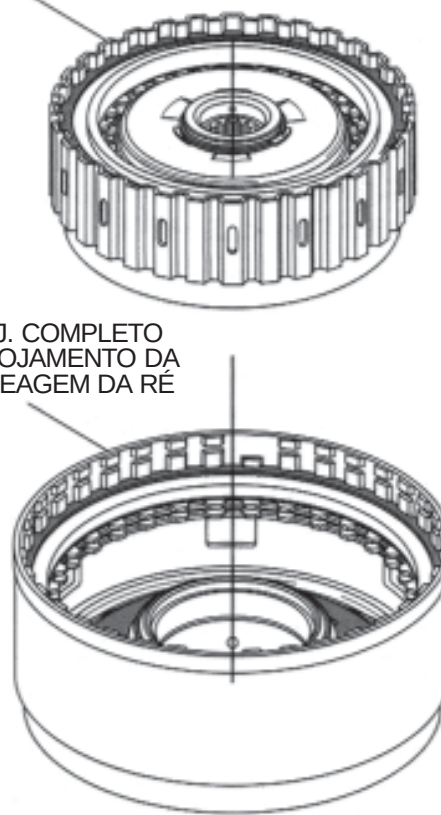

Figura 85
1. Coloque o alojamento da embreagem da ré já montado sobre uma superfície plana, conforme ilustrado na Figura 85.
2. Instale o alojamento da embreagem da direta (cuja montagem já havia sido finalizada) dentro do alojamento da embreagem da ré, girando-o para frente e para trás de forma a engatar as embreagens da ré no alojamento da embreagem da direta (Vide Figura 85).